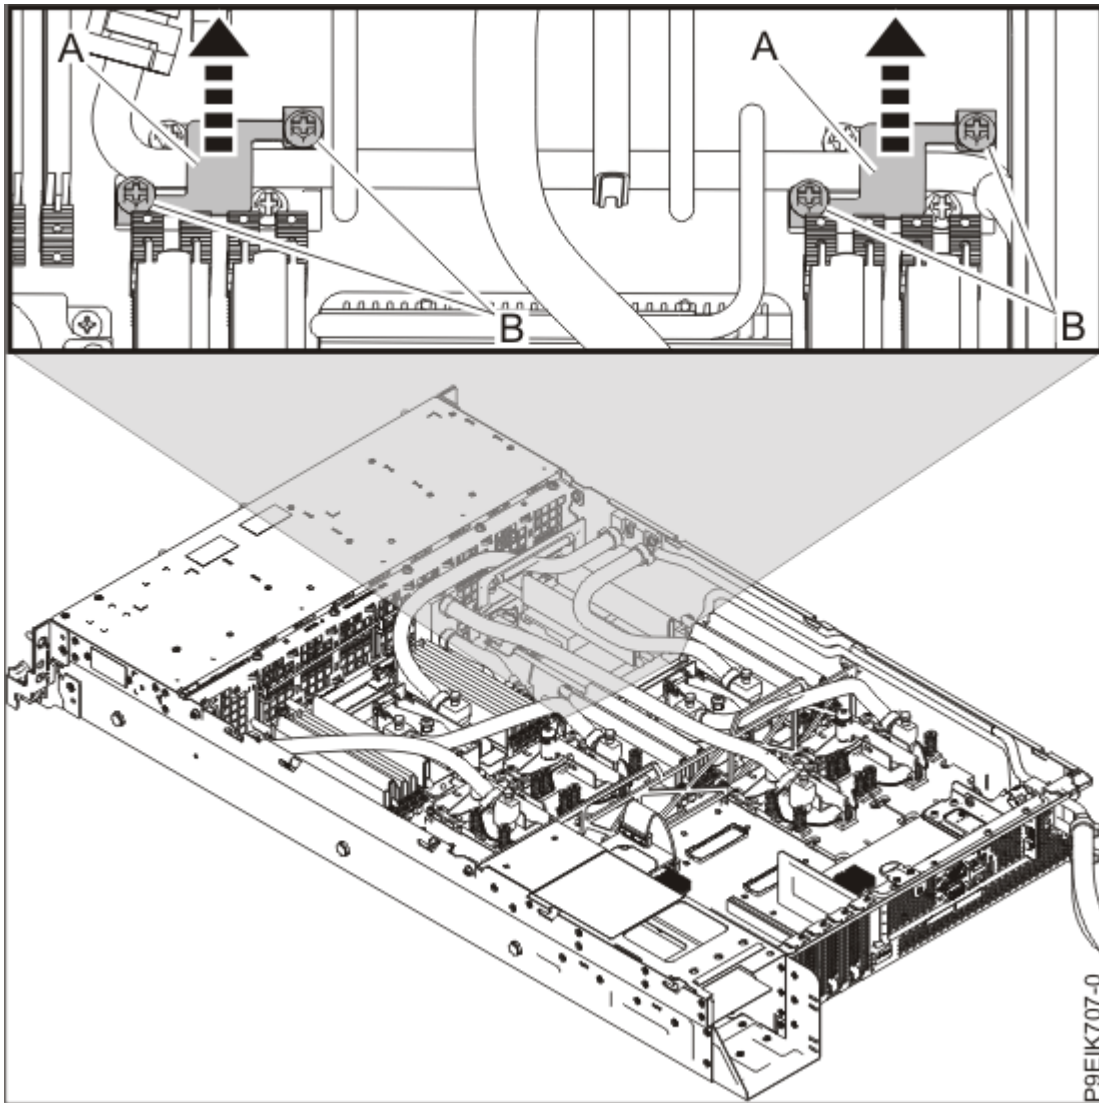

Figure 8. Retrait des pinces de conduite
5. Retirez les deux pinces de conduite **(A)** situées près du milieu du système, comme illustré dans la Figure 8, à la page 12. Desserre les quatre vis **(B)** et soulevez les pinces pour les extraire des conduites.